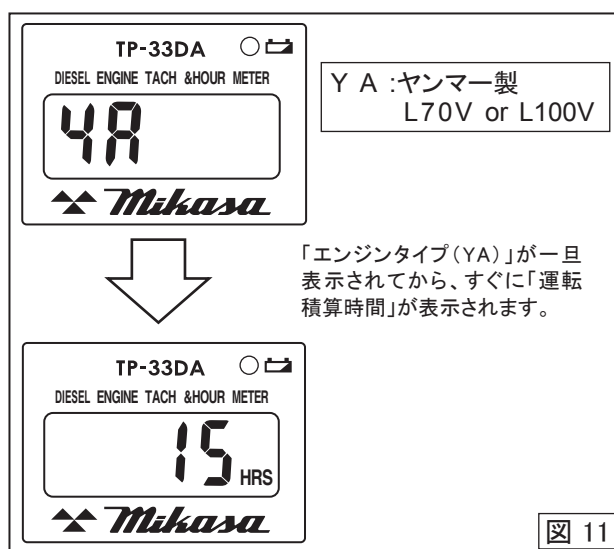

図 11
4. 運転の位置でブザーが鳴り始めます。アワータコメーターに「エンジンタイプ(YA)」が一旦表示されてから、すぐに「運転積算時間」が表示されます。(図11)